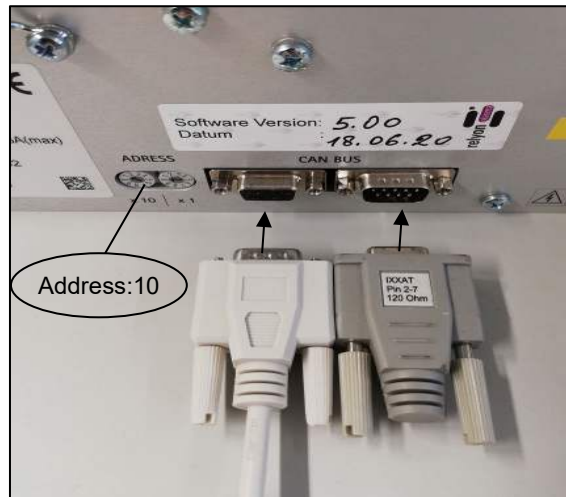

Abbildung 7: Verkabelung an PS2000
4. Verbinden Sie die CAN-Leitung (Länge 2m) (#2) mit dem rückseitigen Anschluss der Stromquelle PS2000 und schließen Sie den CAN-Bus mit dem dafür vorgesehenen Abschlusswiderstand ab, siehe hierzu auch ggf. die Betriebsanleitung der Stromquelle PS2000. Bei der Verwendung von zwei Stromquellen werden diese untereinander mit einer weiteren CAN-Leitung verbunden. (Abbildung 7)